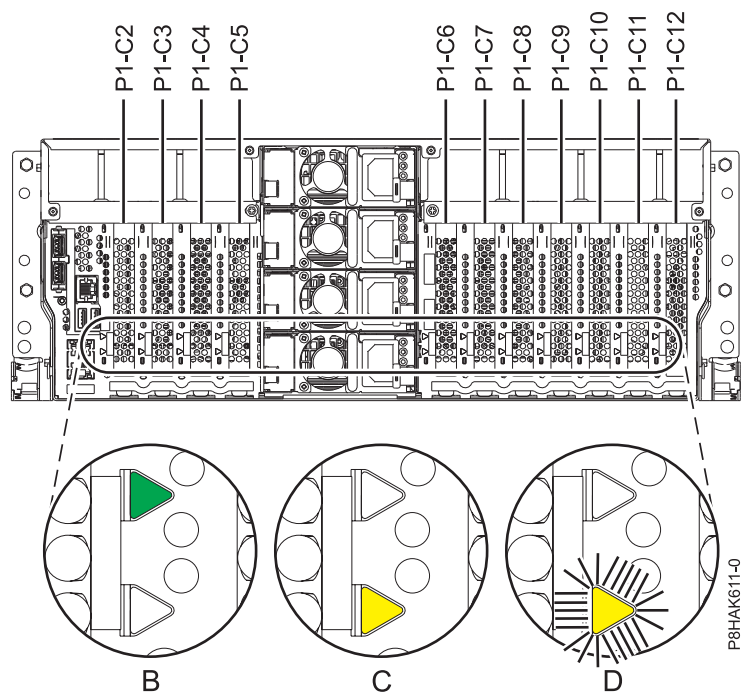
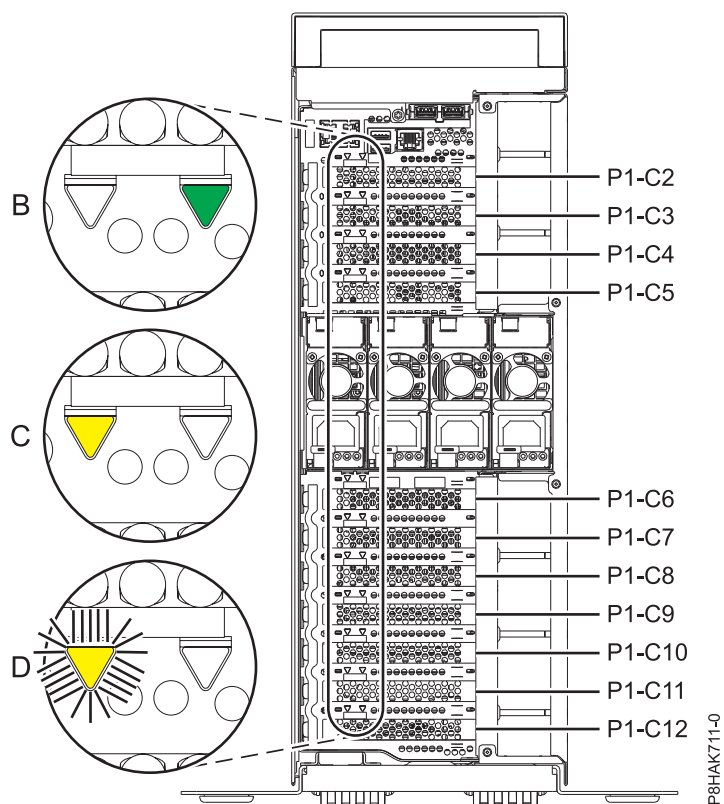

Figura 31. Ubicacions de les ranures d'adaptadors PCIe i ubicacions dels LED en un sistema muntat en bastidor
Figura 32. Ubicacions de les ranures d'adaptadors PCIe i ubicacions dels LED en un sistema autònom sistema 8286-41A
Si esteu prestant servei a un adaptador PCIe que ha fallat, busqueu el LED de color ambre que parpelleja de l'adaptador PCIe que ha fallat i que havíeu definit perquè parpellegi al pas on s'identificava la peça que fallava. Consulteu Figura 31 a la pàgina 37 i Figura 32 a la pàgina 37 on es mostra l'estat dels LED. Fixeu-vos que el LED ambre de l'adaptador PCIe que ha fallat estigui **Parpellejant**, tal com es mostra a (D) a la Figura 31 a la pàgina 37 i a la Figura 32 a la pàgina 37.
Atenció: Si l'adaptador PCIe està funcionant correctament, el LED d'activitat estarà **actiu** (verd) i el LED ambre d'error estarà **inactiu**, tal com es mostra a (B) a la Figura 31 a la pàgina 37 i a la Figura 32 a la pàgina 37. No intenteu extreure el adaptador PCIe que està en funcionament.